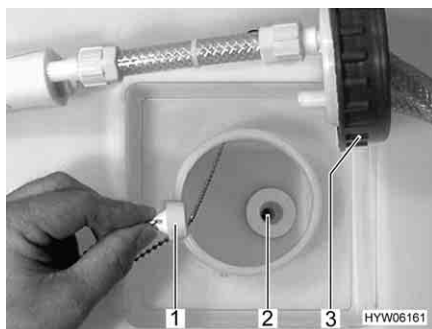

Fig. 203 Serbatoio dell'acqua
- Svitare il coperchio (Fig. 203,3) del serbatoio dell'acqua.
- Estrarre il tappo di chiusura (Fig. 203,1) dall'apertura di scarico (Fig. 203,2). L'acqua fuoriesce.